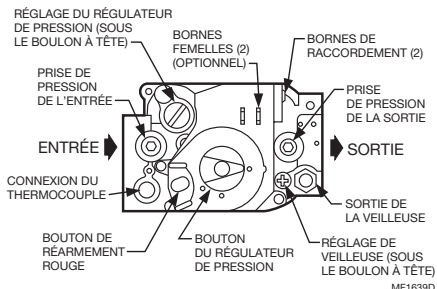
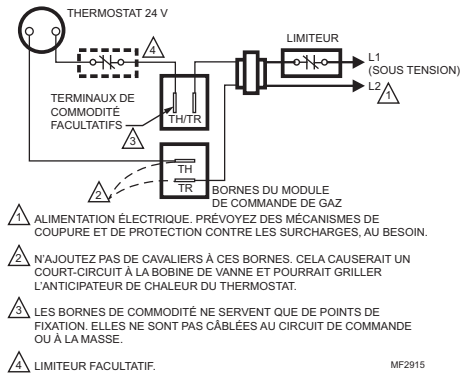

Fig. 1. Vue en plongée du bloc combiné gaz.
Fig. 8. Raccordement des fils d'un régulateur à 24 volts.
2. Retirer le boulon à tête du régulateur et la vis de réglage du régulateur de pression. Voir la Fig. 1.
6. Raccorder la canalisation aux orifices d'entrée et de sortie du régulateur à gaz. Appliquer la clé sur le bout carré du régulateur à gaz. Si l'on utilise un adaptateur, appliquer la clé sur l'adaptateur plutôt que sur le régulateur. Voir les Fig. 1 et 5.
3. Dévisser le raccord de compression de l'orifice de sortie (voir la Fig. 1). Faire passer le raccord de compression par-dessus le tuyau et le faire glisser afin qu'il ne nuise pas au travail.
2. Raccorder le circuit de commande aux bornes du régulateur à gaz. Voir les Fig. 1 et Fig. 8.